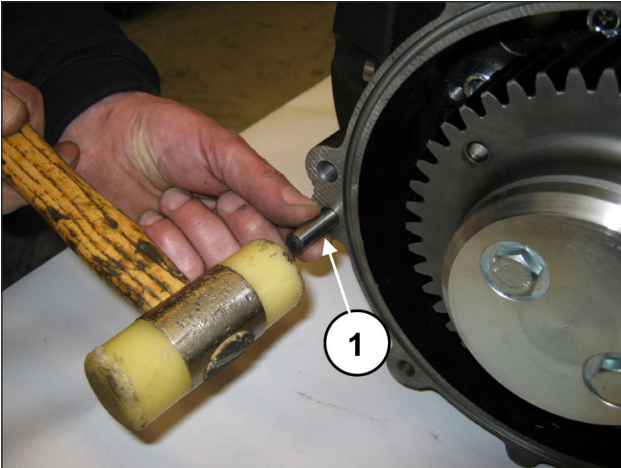
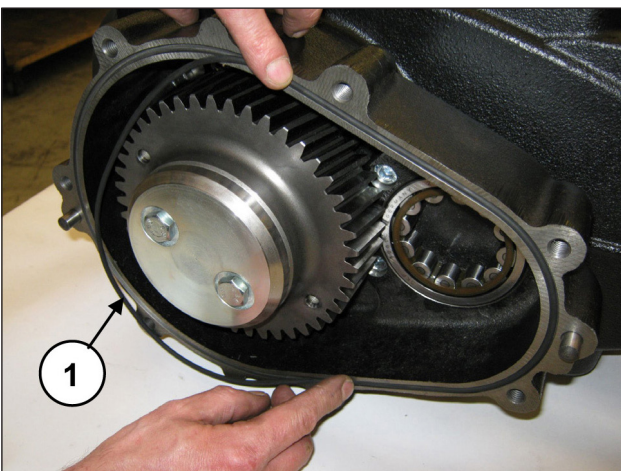

Abb. 78
Abb. 79
Bringen Sie die 2 Stifte  $\text{\O}10 \times 24$  am Getriebegehäuse an (Pos. ①, Abb. 78) und setzen Sie den O-Ring ein (Pos. ①, Abb. 79).